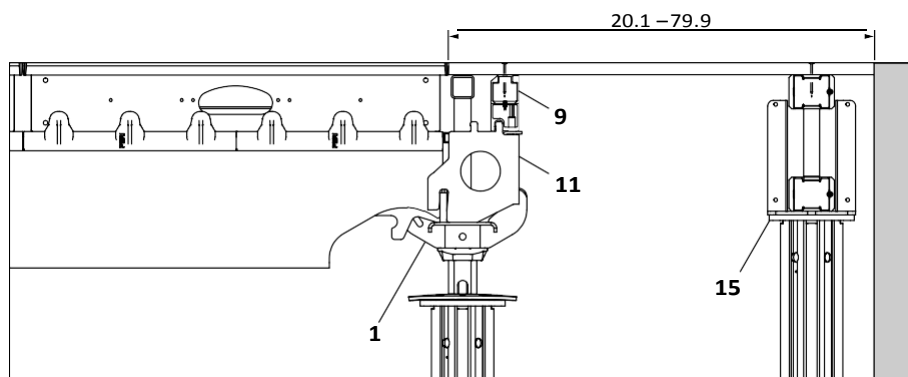
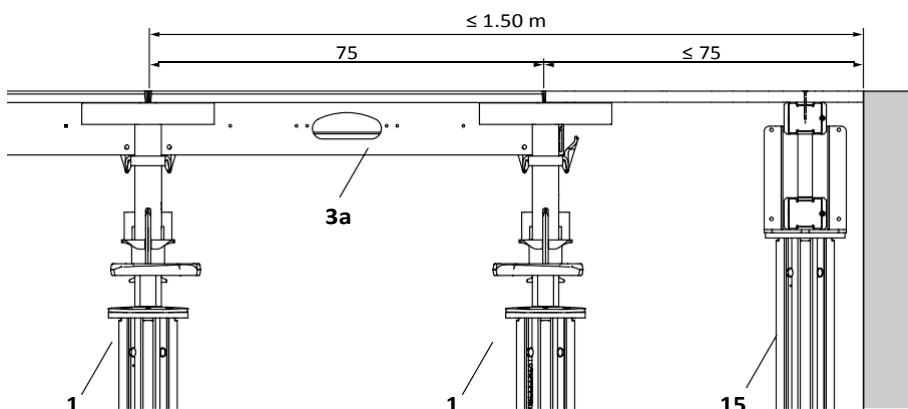
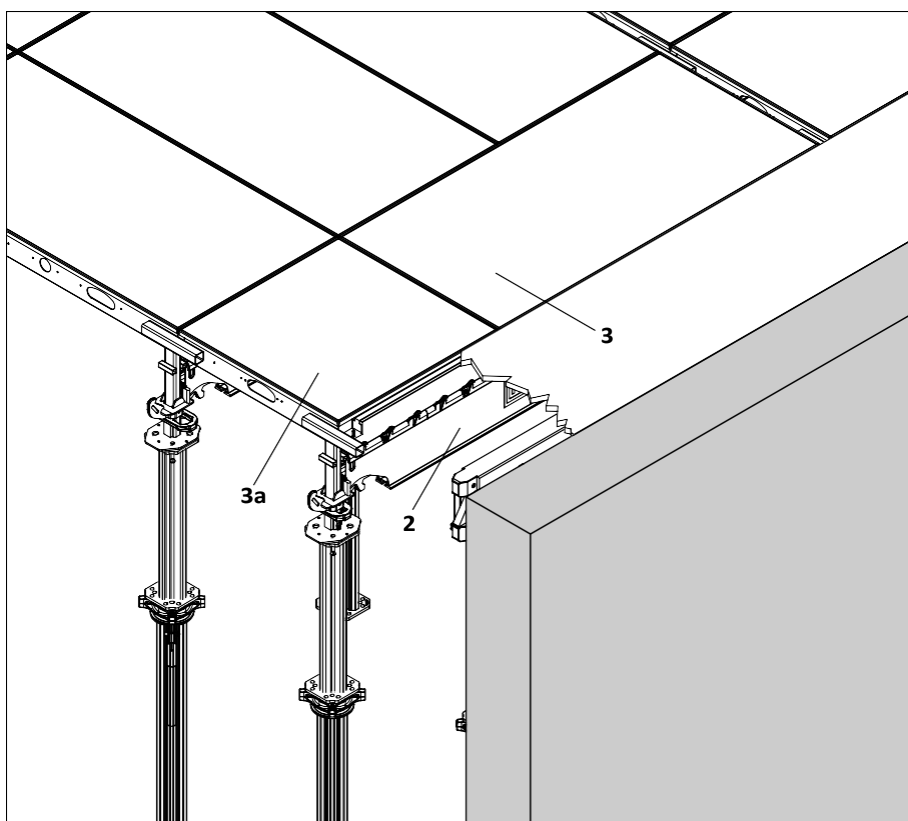
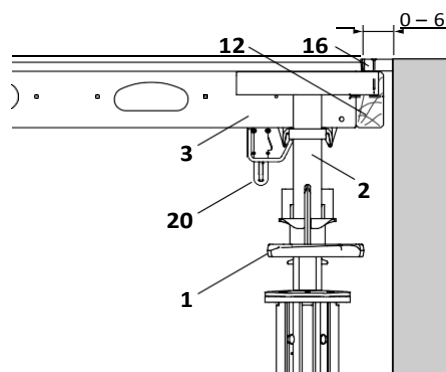

Fig. A5.28
Fig. A5.31
Fig. A5.32
Fig. A5.33
1. Монтирайте надл. трегер в падащата глава SFK (11) (Fig. A5.31), завъртяна на 180° комб. глава SCK (7) (Fig. A5.32) или опорна SSK (6) (Fig. A5.33).
2. Монтирайте челно захващане (11) и краен трегер (9).
3. Поставете допълнителна подпора с кръстата глава и подложка за шперплата (15).
4. Монтирайте шперплата и заковете с пирони. (Fig. A5.28 – A5.30)
1. Продължете кофрирането с подпори, трегери SLT 225 (2) и напречно поставени панели (3). Затворете разстоянието до следващата опорна глава с панел SDP 75 x 75 (3a). (Fig. A5.31 + A5.32)
1. Поставете панела SDP (3) над надлъжния трегер SLT (2) и осигурете с клинови панелни свързки (20). (Fig. A5.33 – A5.35)